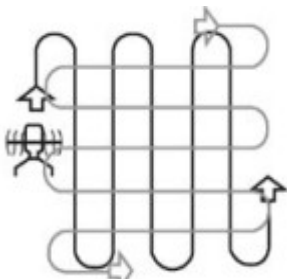

Fig.27
6. Labourer en chevauchant plusieurs lignes. La manière la plus efficace de labourer est de déplacer la machine vers le haut et vers le bas en lignes verticales, puis déplacer la machine en lignes horizontales de gauche à droite. (Fig.27). Cela laissera des lignes uniformes et vous assurera que tout le terrain soit labouré sans en avoir oublié une partie.